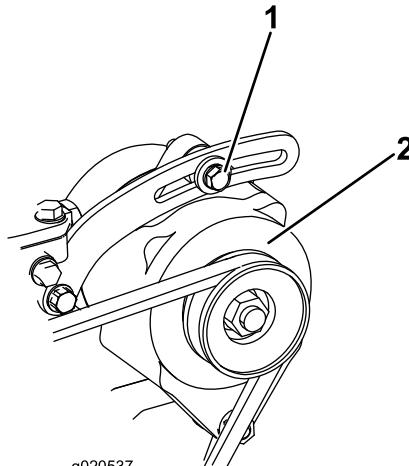

Figura 90
1. Si la desviación no es de 10 mm ( $\frac{3}{8}$ "), afloje los pernos de montaje del alternador (Figura 90).